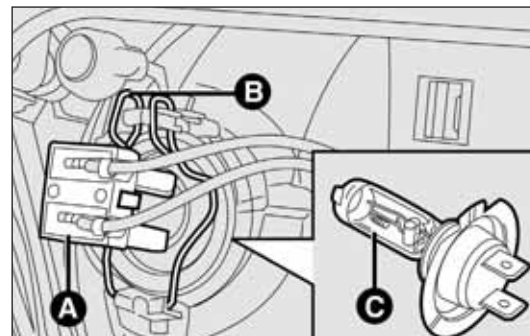

fig. 190
- maak de stekker A-fig. 190 los;